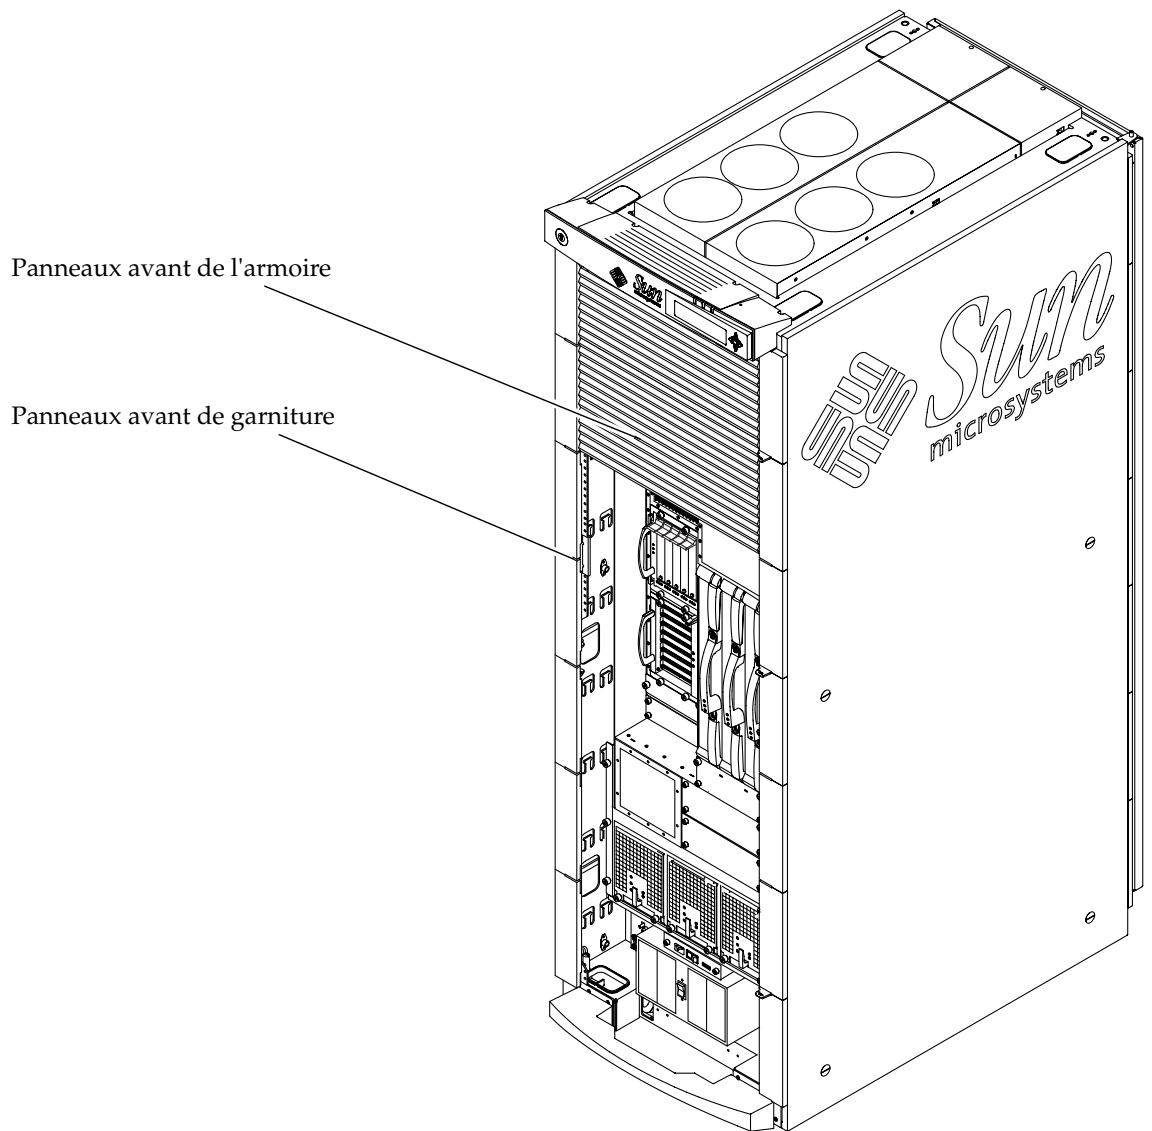

FIGURE 1-6 Emplacements des panneaux avant de l'armoire
2. Fixez les autres panneaux en resserrant les vis du côté gauche et droit de chaque panneau (FIGURE 1-6).